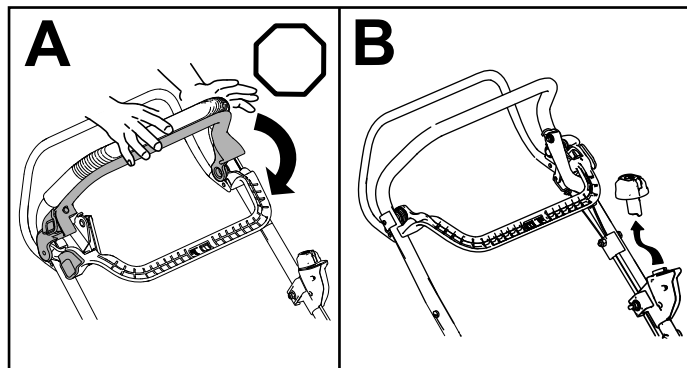

Figura 18
1. Eliberați bara de comandă pentru lamă (A din Figura 18).
2. Îndepărtați butonul de pornire electrică de la comutatorul demarorului (B din Figura 18).